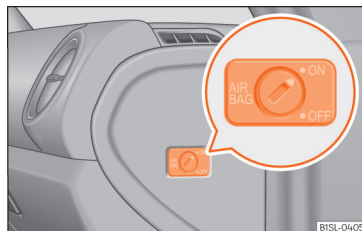

Abb. 21 Auf der Beifahrerseite: Schlüsselschalter zum Ab- und Einschalten des Beifahrer-Frontairbags.
- Drehen Sie den Schlüsselschalter mit dem Fahrzeugschlüssel in die Position **AUS** » **Abb. 21**.